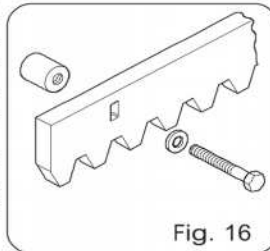

Fig. 16
4.4.2. CREMALLERA DE ACERO PARA ENROSCAR (Fig. 16)